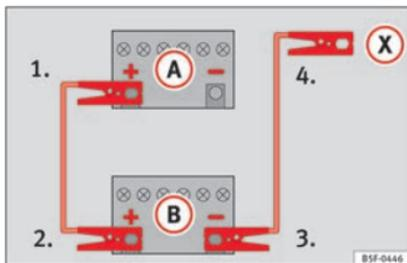

Fig. 59 Esquema de ligação para veículos sem sistema Start/Stop.
2. Ligue uma extremidade do cabo auxiliar de arranque *vermelho* ao polo positivo (+) do veículo com a bateria descarregada (A) » » Fig. 59.
3. Ligue a outra extremidade do cabo *vermelho* de arranque ao polo positivo (+) do veículo que fornece a corrente (B).
4. *Nos veículos sem sistema Start-Stop:* ligue a extremidade do cabo *preto* de emergência ao polo negativo (-) do veículo que fornece a corrente (B) » » Fig. 59.
– *Nos veículos com sistema Start-Stop,* ligue uma extremidade do cabo *preto* de emergência (X) a um terminal de massa adequado, a uma peça de metal maciça que esteja